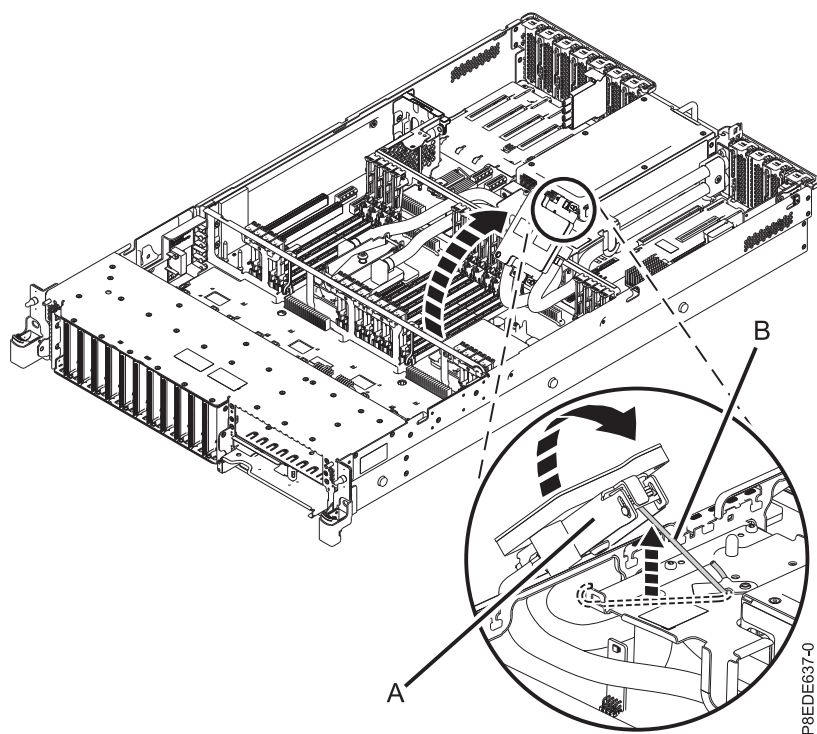

Figura 27. Removendo a placa fria
- d. Erga a placa fria (A) para fora do processador do sistema que estiver removendo e conecte-o no gancho de serviço (B) conforme mostrado em Figura 27.